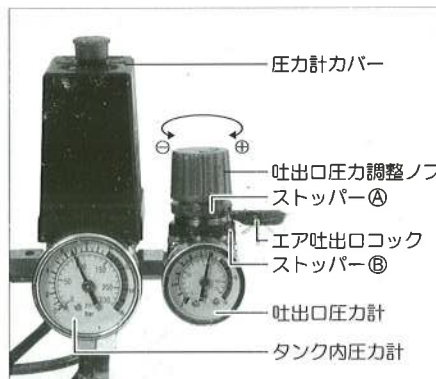

図14
(図14参照)
④吐出口圧力調整ノブには、空転防止用ストッパが付いています。(図14参照)
- ノブの下に付いているストッパ④を右に回してゆるめてから、ノブの調整をしてください。